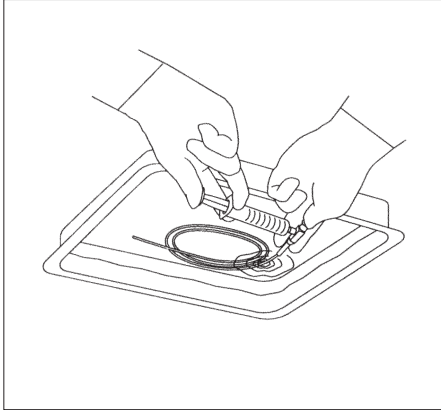

Рис. 4.1
3. Закройте проксимальный конец инструмента пальцем (за исключением модели PW-7SX-1) и введите 10 см³ (10 мл) моющего раствора во вход для инъекций (см. рис. 4.1).